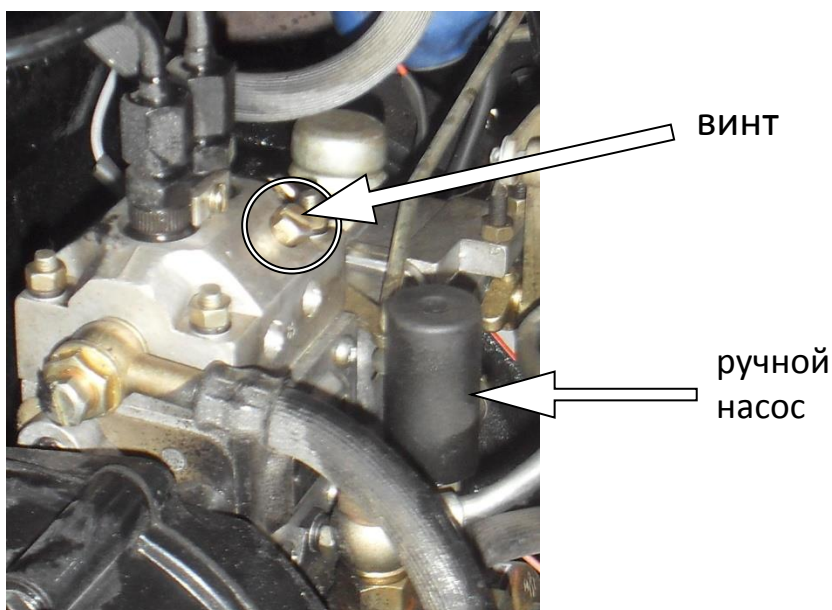

Рис. 3-12. Топливный насос высокого давления ТНВД
4) Выкрутите винт ТНВД (рис. 3-12). Винт должен быть выкручен не полностью. Выпустите воздух, используя ручной насос ТНВД. Топливо из-под винта должно струиться без пузырей. Закрутите винт.